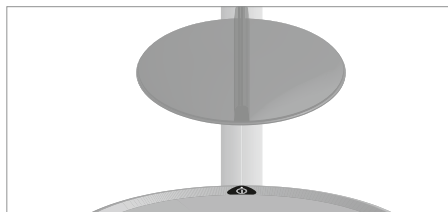

Fig. 3: Posare la copertura della lente.
- Bloccare la copertura della lente sull'asta dell'apparecchio di illuminazione, vedi Fig. 3.